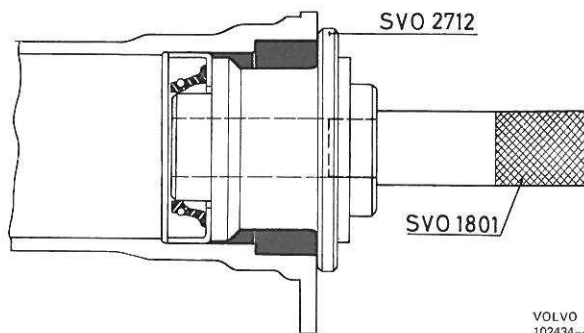

Figure 25. Remontage de la bague d'étanchéité intérieure
12. Extraire la bague d'étanchéité intérieure avec l'extracteur SVO 2728, voir figure 13. Enfoncer la bague neuve avec le mandrin SVO 2712 qui permet de placer automatiquement cette bague dans la position requise, figure 25. En effet, il ne faut pas pousser la bague d'étanchéité jusqu'au fond de son logement.